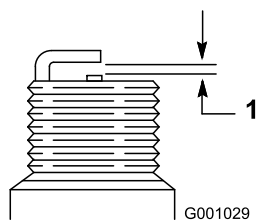

Figure 25
4. Réglez l'écartement des électrodes de la nouvelle bougie à 0,76 mm (0,030 po), comme montré à la Figure 25.